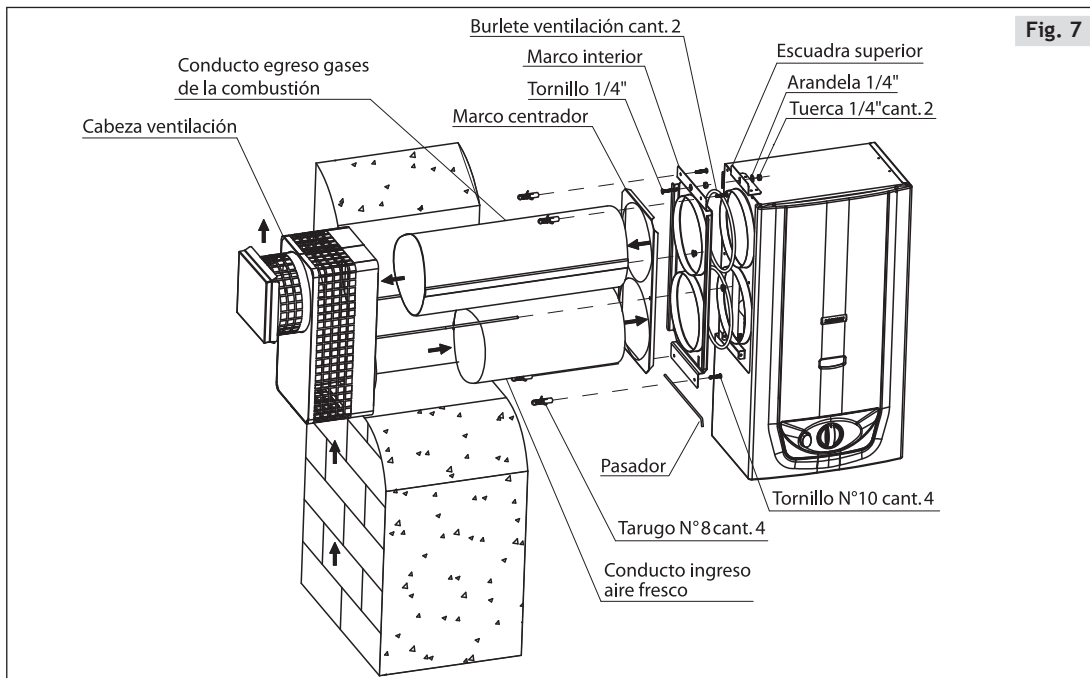

Fig. 7
2. Verifique que los 2 burletes (ventilación) estén correctamente alojados en los cuellos de la espalda Fig. 7.
4. Fije la unidad funcional con la tuerca superior y el pasador según Fig 7.